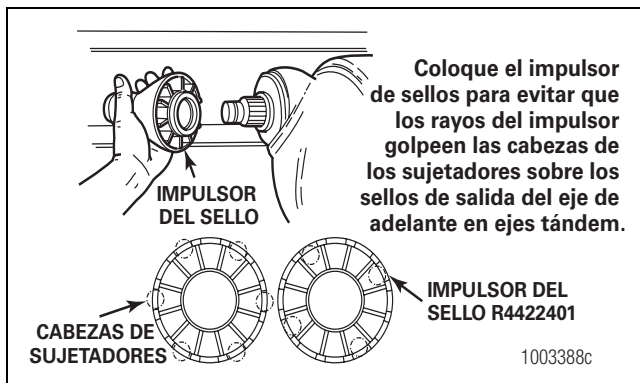

Figura 5.95
6. Posición del impulsor de sello y del sello. Figura 5.95.